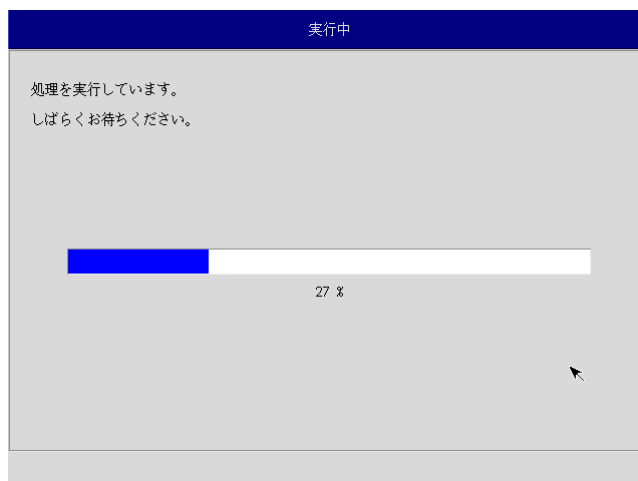

図 5-5-5. 実行中画面
- ⑩ 実行中画面（図 5-5-5）が表示され、処理が開始されます。実行中は DVD ドライブ、保存メディアを外さないでください。また、電源を落とさないようにしてください。